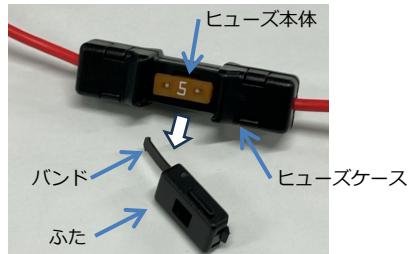

図 2
- ② ヒューズ本体をつまんで、ヒューズを矢印の方向に引き抜いてください。(図 2)